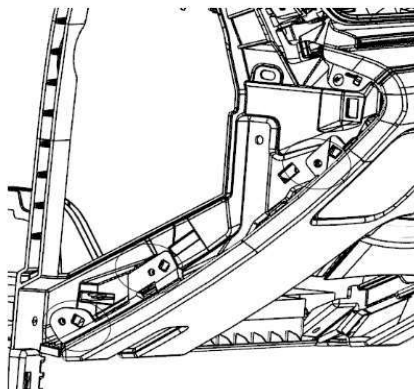

图 1-2-5.1 仪表板左下护板左侧螺丝点及限位点
- 1) 使用十字螺丝批工具拆卸仪表板左下护板总成左侧的 3 个螺丝, 如图 1-2-5.1 所示